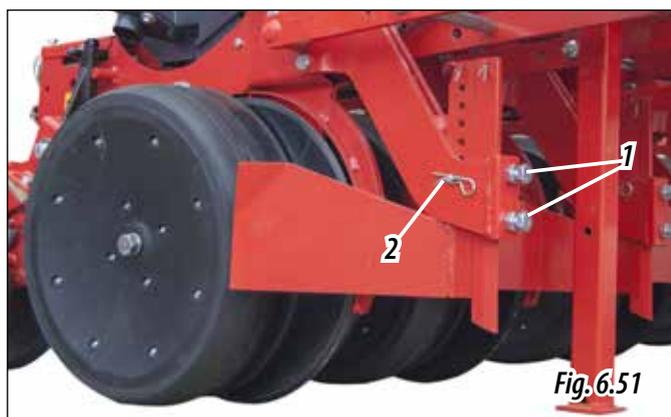

Fig.6.51
- 1- Aflojar los tornillos (1, Fig. 6.51), para dejar libres la cuchilla y el aparta-terrones.
- 2- Sacar el pasador y el bulon de fijación para el aparta-terrones (2, Fig.6.51).
- 4- Ajustar los tornillos y contratuercas (1, Fig. 6.51) para fijar los elementos.